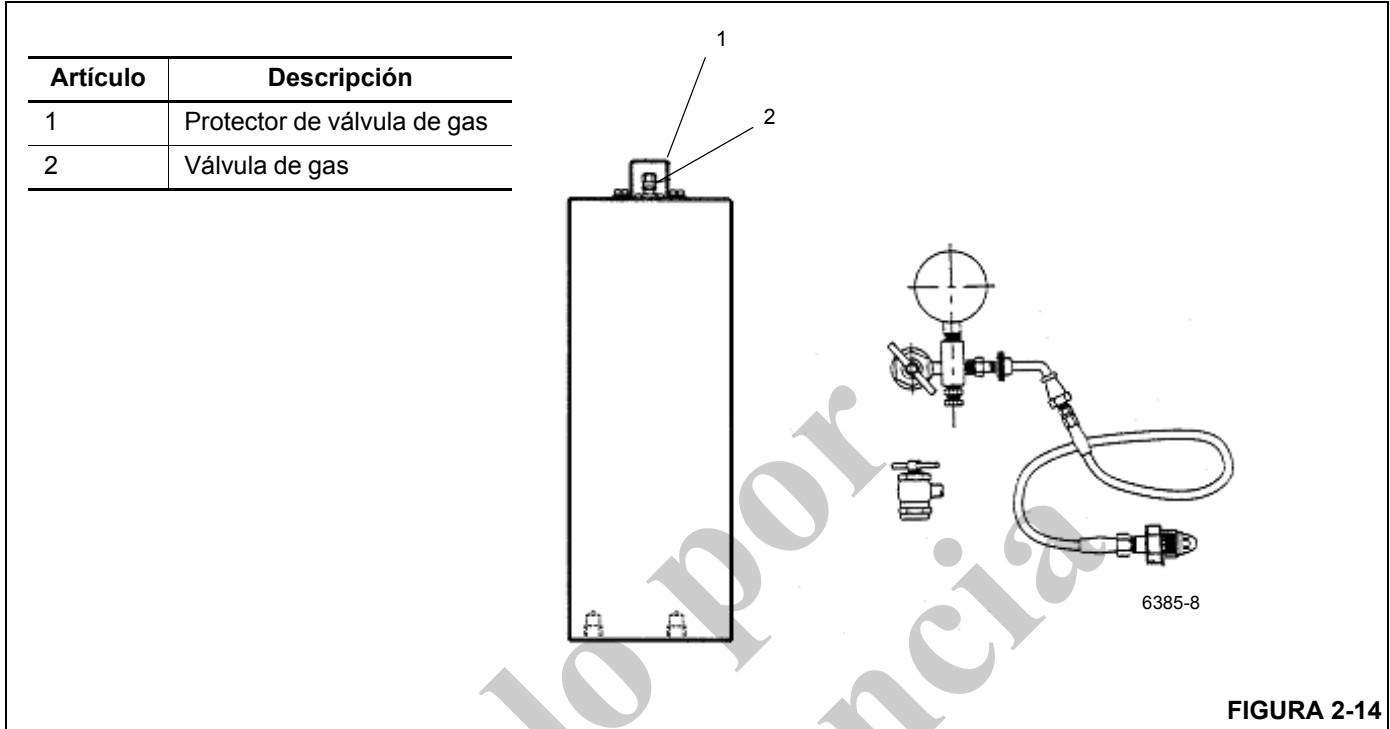

FIGURA 2-14
1. Con el motor apagado, descargue todo el aceite a presión almacenado en los acumuladores pisando el pedal de frenos de servicio en la cabina unas 4 a 6 veces o hasta que el pedal no tenga contrapresión. Retire el protector y la tapa de la válvula de gas del acumulador (vea la Figura 2-14).
6. Si la presión mide 1500 a 1550 psi, retire el conjunto de la válvula de carga girando la manija en "T" completamente hacia fuera en el adaptador de gas y después abriendo la válvula de purga (vea la Figura 2-14).
7. Si la presión de precarga excede el valor indicado en el paso 6, cierre la válvula del cilindro de nitrógeno y lentamente abra la válvula de purga en el conjunto de carga (vea la Figura 2-14) hasta que la presión esté dentro de los límites.